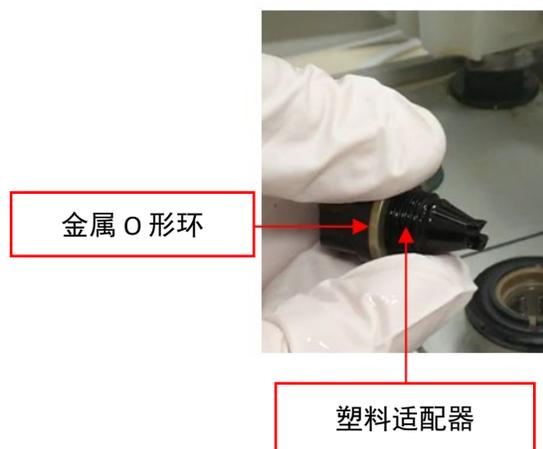

图 9: 将金属 O 形环装到塑料气镇适配器上
- 2) 将金属 O 形环装到黑色塑料适配器上，将黑色 O 形环装到金属适配器上。见图 9。